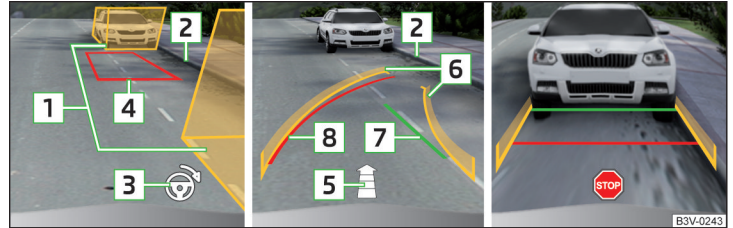

Abb. 268 Bildschirmanzeige
- › Das Fahrzeug so anhalten, dass sich kein Hindernis in der Lücke zwischen den Hilfsboxen **1** » Abb. 268 befindet und die hintere Box nicht über die seitliche Begrenzung der Parklücke (z. B. Bordstein) **2** hinausreicht.